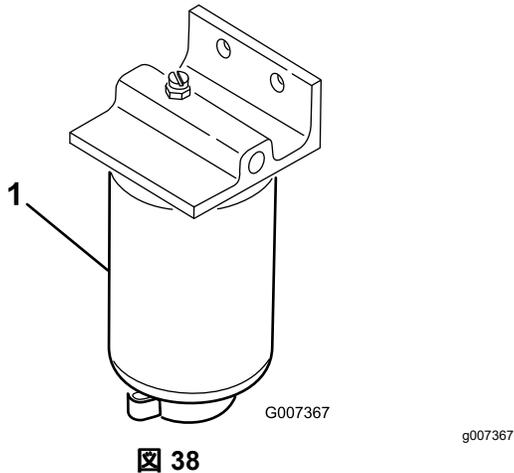

図 38
1. 燃料フィルタの下に汚れのない容器をおく 図 38。
2. フィルタの取り付け部周辺をウェスできれいにぬぐう 図 38。